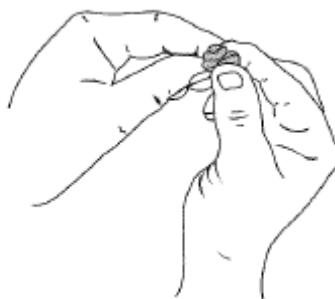

Рис. 24
5. Сожмите фильтр для распределения и удаления избыточного количества масла. (Рис.24)